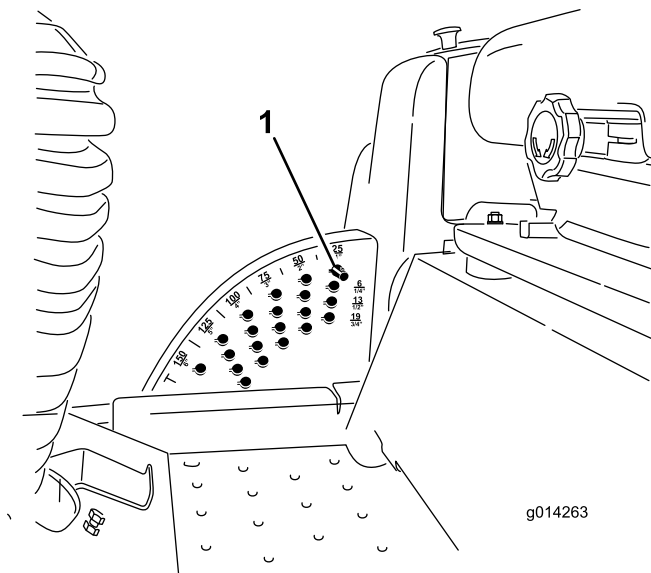

Bild 19
1. Ziehen Sie den Mähwerkhubhebel bei laufendem Motor zurück, bis die Schneideinheit ganz angehoben ist, und lassen Sie den **Hebel sofort los**, wie in Bild 19 abgebildet.
2. Drehen Sie den Schnitthöhenstift so lange, bis die Noppe am Stift mit den Schlitzen in den Löchern in der Schnitthöhenhalterung ausgefluchtet ist. Nehmen Sie ihn dann ab (Bild 19).
3. Wählen Sie ein Loch in der Schnitthöhenhalterung, das der gewünschten Schnitthöhe entspricht, stecken Sie den Stift ein und drehen Sie ihn nach unten, um ihn zu arretieren (Bild 19).
Hinweis: Es gibt vier Reihen der Lochpositionen (Bild 19). Die oberste Reihe ergibt die Schnitthöhe, die über dem Stift steht. Die zweite Reihe ergibt die Schnitthöhe plus 6 mm. Die dritte Reihe ergibt die Schnitthöhe plus 12 mm. Die unterste Reihe ergibt die Schnitthöhe plus 18 mm. Für die Stellung von 15,8 cm gibt es nur ein Loch, das in der zweiten Reihe ist. Mit diesem Loch werden den 15,8 cm nicht 6 mm hinzugefügt.